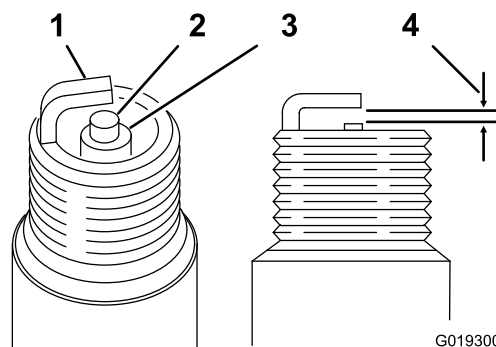

図 32
**エアギャップ**0.70-0.80 mm 図 32を参照。
4. 図 32のように、エアギャップを 0.70-0.80 mm に調整する。